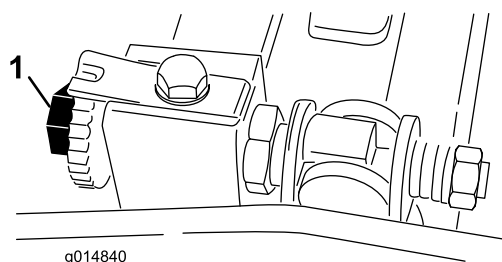

Figura 47
3. Ruotate il cilindro in modo che una lama intersechi il tagliente della controlama tra la prima e la seconda testa della vite della controlama sul lato destro dell'apparato di taglio (Figura 47).
6. Ruotate la vite di regolazione della barra di appoggio destra fino a percepire una lieve pressione (cioè trascinamento) sullo spessore nello scorrimento da una parte all'altra (Figura 47).